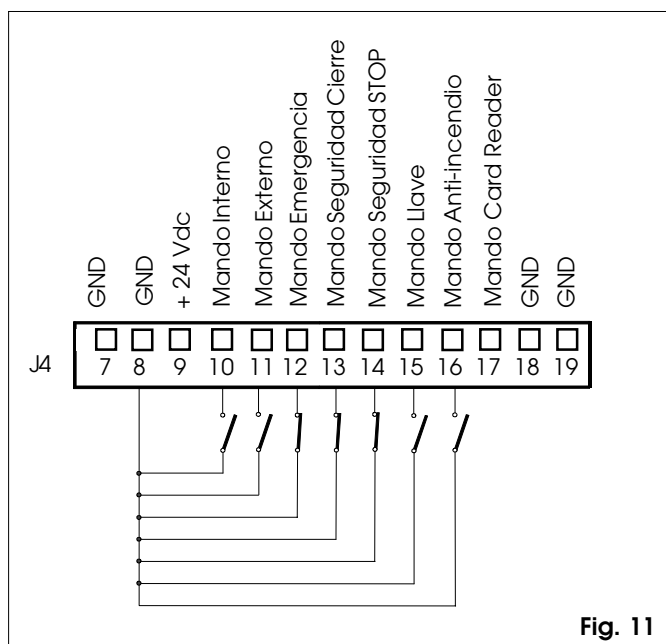

Fig. 11
⑤ **Regleta de bornes J4** Conexión Entradas (fig.11, 12 y 16)
**NOCHE:** El mando externo es inactivo. La apertura de la puerta sólo puede mandarse activando el mando Llave (fig. 11) o la entrada de EMERGENCIA (fig. 11).